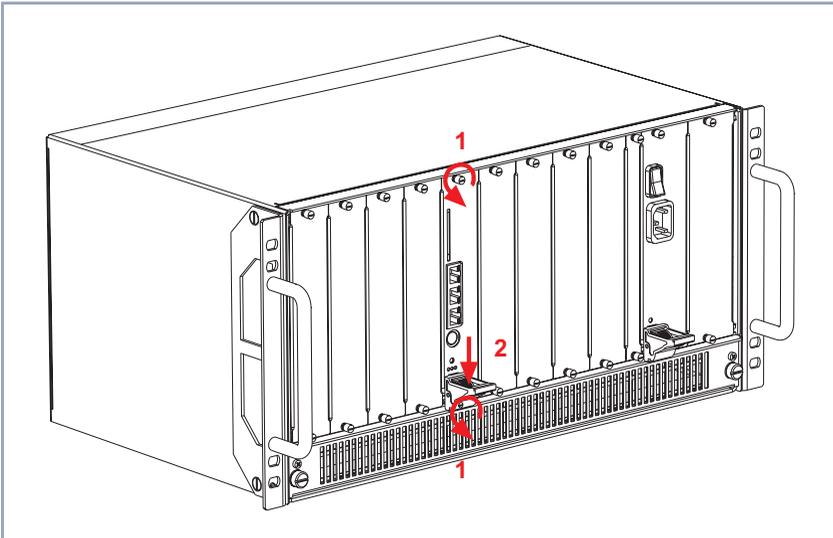

Bild 2-8: Ausbau einer Erweiterungskarte, Schritt 1
- Lösen Sie die Schrauben der Kartenfrontplatte (siehe Bild 2-8, Seite 22 Pfeile Nr. 1).
- Drücken Sie den Schalter des Ein-/Aushebegriffes nach unten, um die Verbindung zwischen Erweiterungskarte und Gehäusefront zu lösen (siehe Bild 2-8, Seite 22, Pfeil Nr. 2).
- Drücken Sie den Schalter des Ein-/Aushebegriffes, um die Verbindung zwischen Erweiterungskarte und Gehäusefront zu lösen (siehe Bild 2-8, Seite 22, Pfeil Nr. 2).